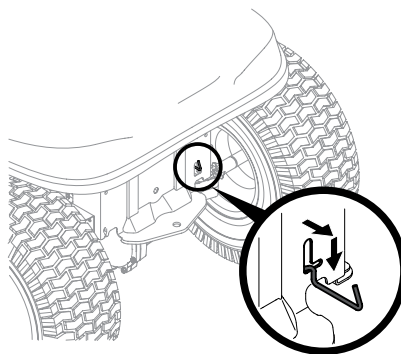

Figura 2-13
- Localice la varilla de derivación hidrostática en la parte trasera del tractor. Consulte la Figura 2-13.